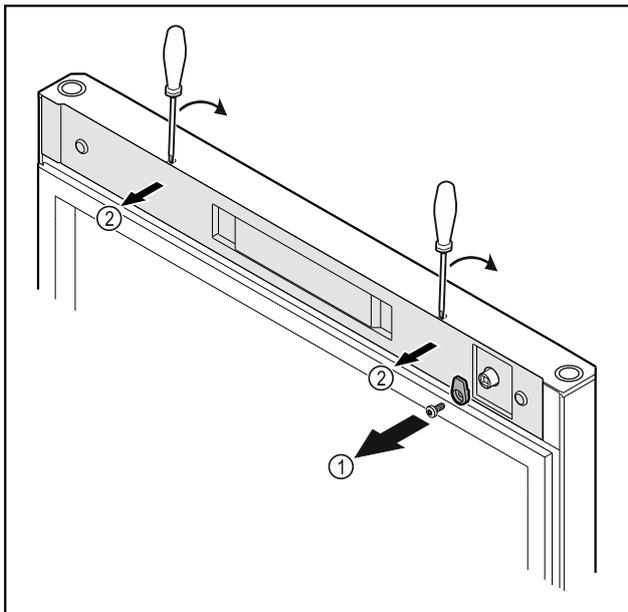

Fig. 14
- ▶ Открутите запорный крючок Fig. 14 (1).
- ▶ С помощью небольшой отвертки освободите крышку Fig. 14 (1) от фиксации и снимите ее.